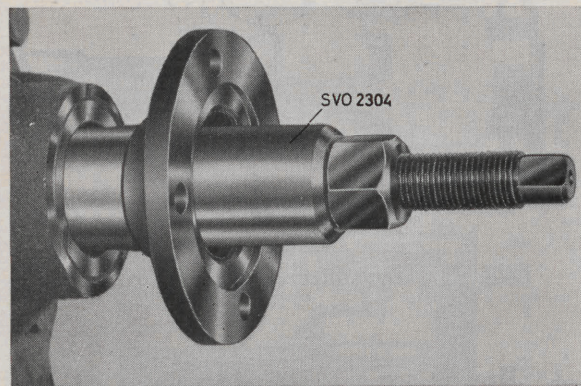

Bild 16. Montering av medbringare.
4. Pressa på medbringaren med verktyg SVO 2304, bild 16. Montera övriga delar.